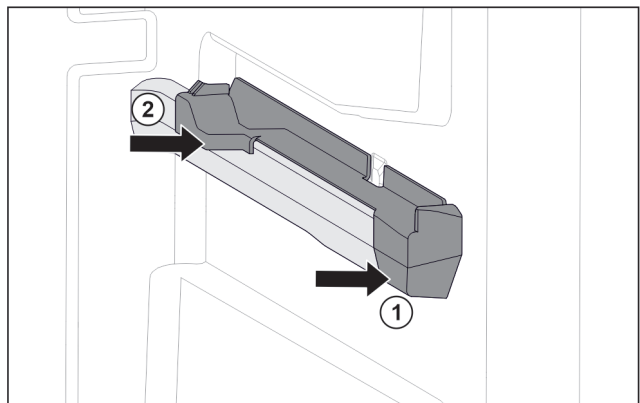

Fig. 94 Påsettingsdel på høyre beholderribbe
- Sett på påsettingsdel foran på beholderribben. Fig. 94 (1)
- Trykk på påsettingsdel bak. Fig. 94 (2)